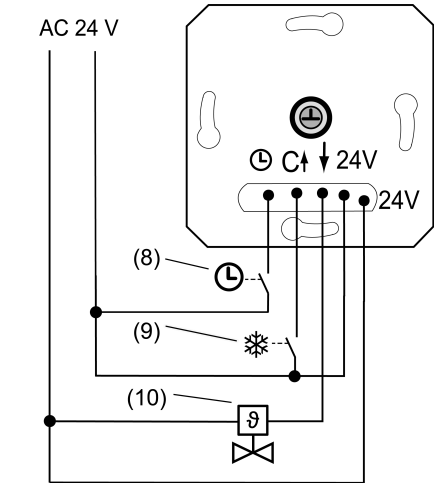

Bild 2: Anschlussbeispiel des Einsatzes
- Elektrothermischen Stellantrieb (10) an Einsatz (1) gemäß Anschlussplan (Bild 2) anschließen. Leiterquerschnitte beachten (Bild 3).
- Optional den Eingang ECO-Betrieb ☉ über einen Schaltkontakt einer Zentraluhr (8) beschalten. Liegen 24 V am Eingang an, wird die eingestellte Solltemperatur, anschließend im Heizbetrieb, um 4 °C reduziert.
- Optional den Eingang Kühlen **C** über einen Schaltkontakt der Heizungsanlage (9) beschalten. Liegen 24 V am Eingang C an, ist der Kühlbetrieb aktiv. Werden die 24 V abgeschaltet, schaltet das Gerät automatisch in den Heizbetrieb. Nach jedem Umschalten leuchtet die LED für 10 Sekunden in der Farbe der aktuellen Betriebsart.